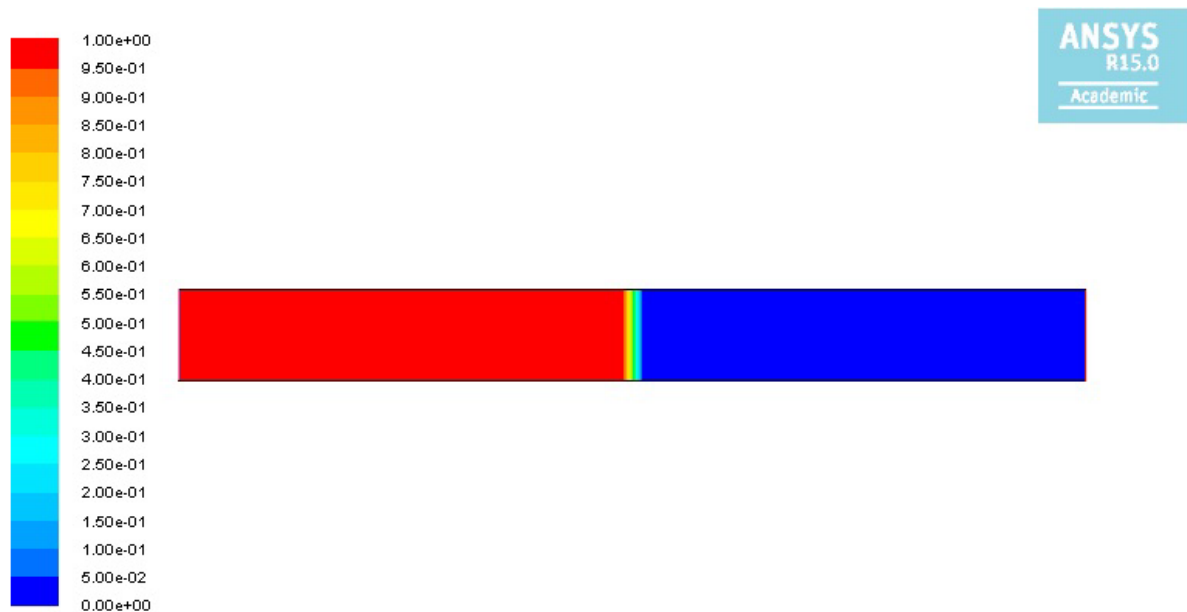

図 16 非定常 CFD 初期濃度分布の Patch の例
- **Graphics and Animations** → **Graphics** → **Contour** で a の質量分率が図 16 のようになる。
- 図 16 の左下が原点になるようにして、この図で指定したサイズに合わせて **Sketching Toolboxes** → **Draw** 内の **Rectangle** で長方形を五つ描く。長方形の左上の頂点と右下の頂点で2回クリックするとスケッチが確定する。これで XYPlane の下に Sketch1 が完成する。